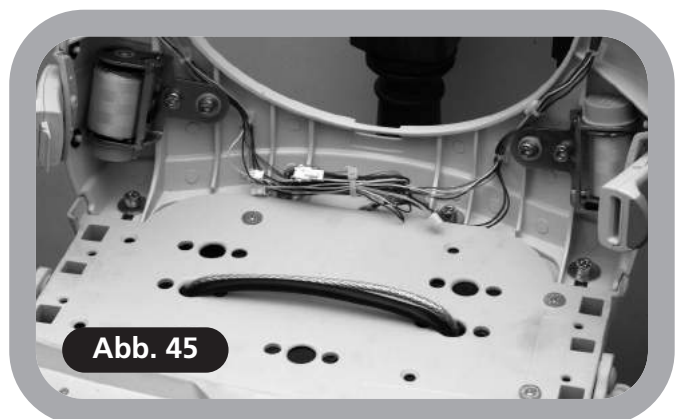

Abb. 45
- 3 Bringen Sie die Kabel auf der Rückseite des Sitzes in Ordnung (**Abb. 45**).